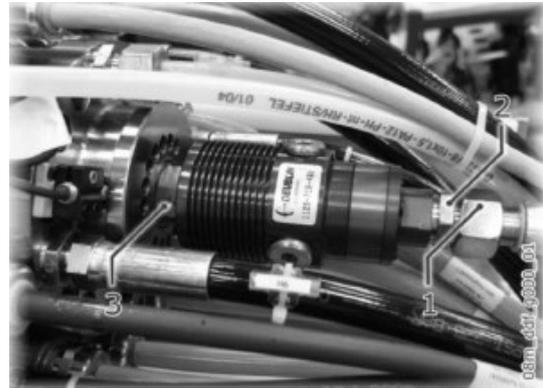

图 24 旋转接头
(1) 分开主轴后部的管线，先拆下泄漏管。
(2) 拧下旋转接头后部的螺母来拆卸供应冷却液的管路。如图 24 所示。